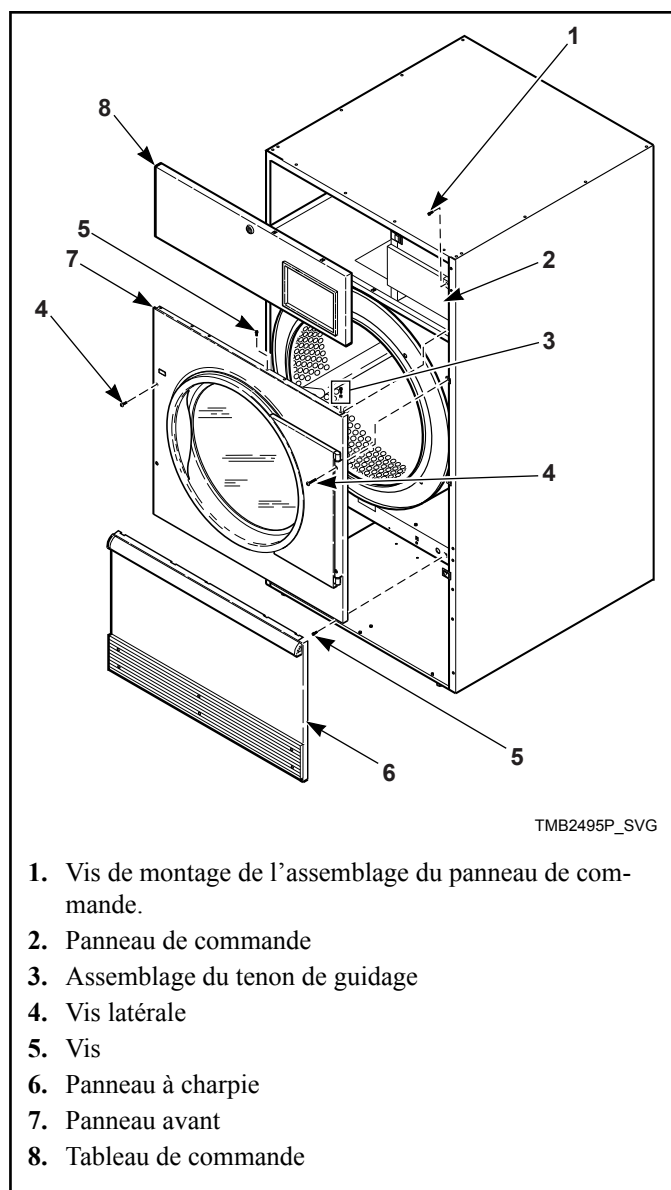
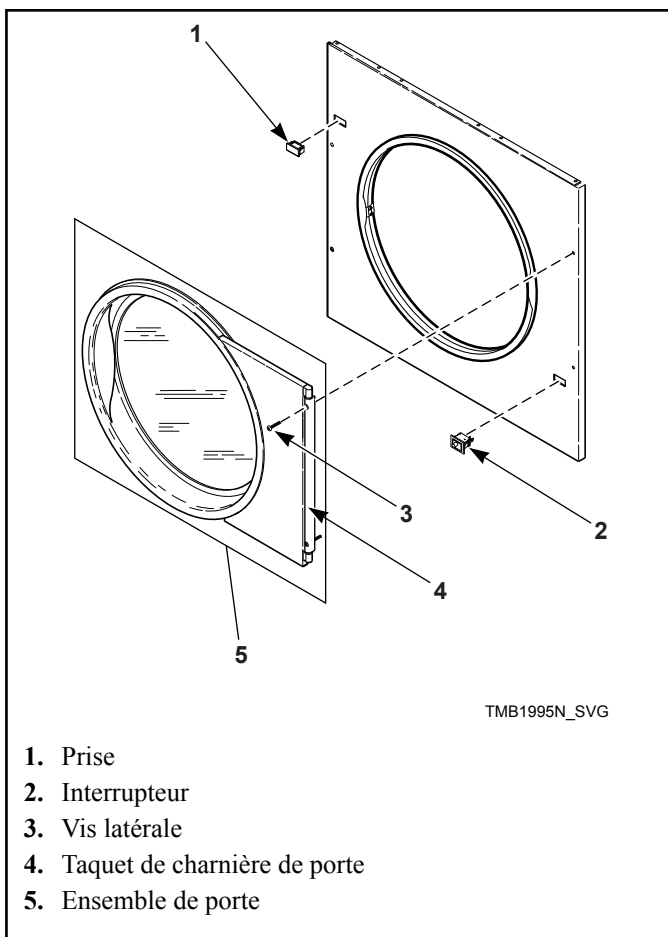

Figure 10
Figure 11
2. Déverrouiller et retirer le panneau de commande. Retirer les deux vis maintenant le panneau de commande à la partie droite. Ouvrir le panneau de commande en le faisant pivoter afin d'accéder à l'assemblage du tenon de guidage droit de la colerette supérieure. Se reporter à la *Figure 10*.
4. Retirer quatre vis de fixation de panneau avant. Se reporter à la *Figure 10*. Laisser les cames de charnière de porte sur la charnière de porte. Tirer le taquet et l'ensemble de porte com-
me s'il s'agissait d'une seule pièce. Se reporter à la *Figure 11*.
5. Retirer les vis de fixation de panneau avant restantes. Se reporter à la *Figure 10*. Déconnecter le faisceau d'interrupteur de porte de l'interrupteur. Retirer le panneau d'accès avant. Se reporter à la *Figure 11*.
6. Échanger l'emplacement de l'interrupteur et de la prise. Appuyer sur les onglets à l'aide de pinces réglables afin de retirer la prise et l'interrupteur du panneau avant. Réinstaller l'interrupteur en orientant le bouton vers le centre de la machine. Réinstaller la prise à l'ancien emplacement de l'interrupteur. Se reporter à la *Figure 11*.